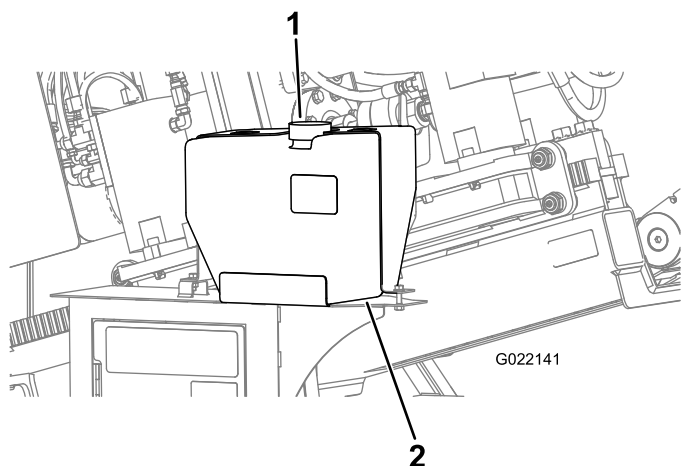

Рисунок 151
- D. Снимите крышку бака антифриза насоса бурового раствора (Рисунок 151).
- Е. Убедитесь в том, что бак заполнен антифризом (Рисунок 151).
- С. Заправьте антифриз в бак по мере необходимости (Рисунок 151).
5. Установите крышку бака антифриза (Рисунок 151).